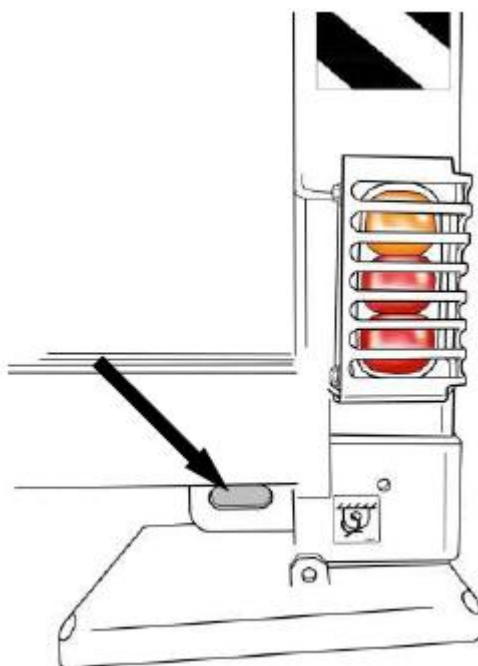

Рисунок 3.69 Заднее буксировочное отверстие
- ▶ Если машина буксируется с задней стороны, то тросы необходимо привязать за заднее правое и левое буксировочные отверстия см. рис. 3.69.